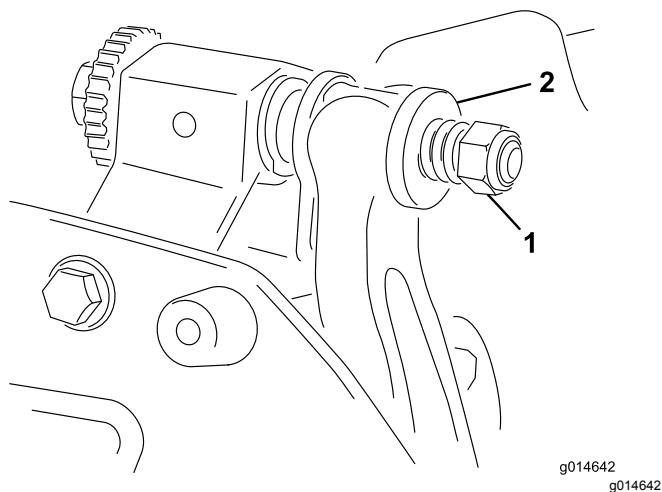

Рисунок 22
5. Затяните гайку натяжения пружины, чтобы пружина полностью сжалась, затем отверните ее на 1/2 оборота (Рисунок 22).